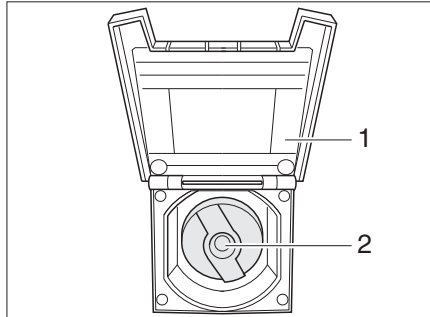

Bild 338 Lock för påfyllningsöppningen för dricksvatten
- Öppna luckan (Bild 338,1) på påfyllningsöppningen för dricksvatten. Locket hålls magnetiskt mot utsidan av fordonet.
- Stick in nyckeln i låscylindern (Bild 338,2) och vrid ett kvarts varv moturs.
- Öppna påfyllningsöppningen för dricksvatten (Bild 338).